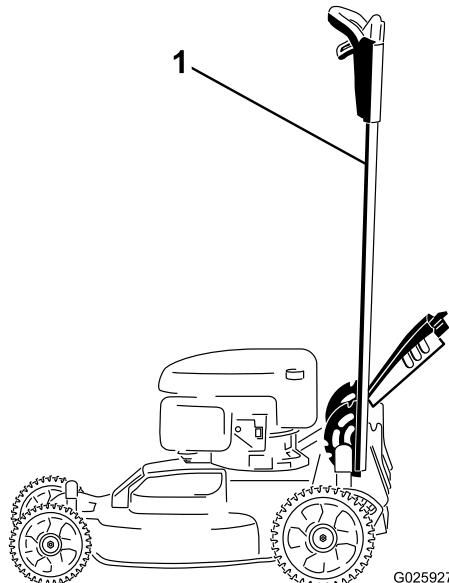

Рисунок 40
1. Зафиксируйте рукоятку в вертикальном положении (Рисунок 40); см. Регулировка высоты рукоятки \(страница 12\).